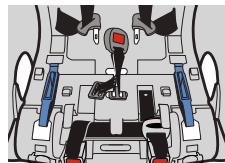

Figura 14
- Deslice la corre de la entrepierna fuera de la ranura, como se muestra en la **figura 14**.